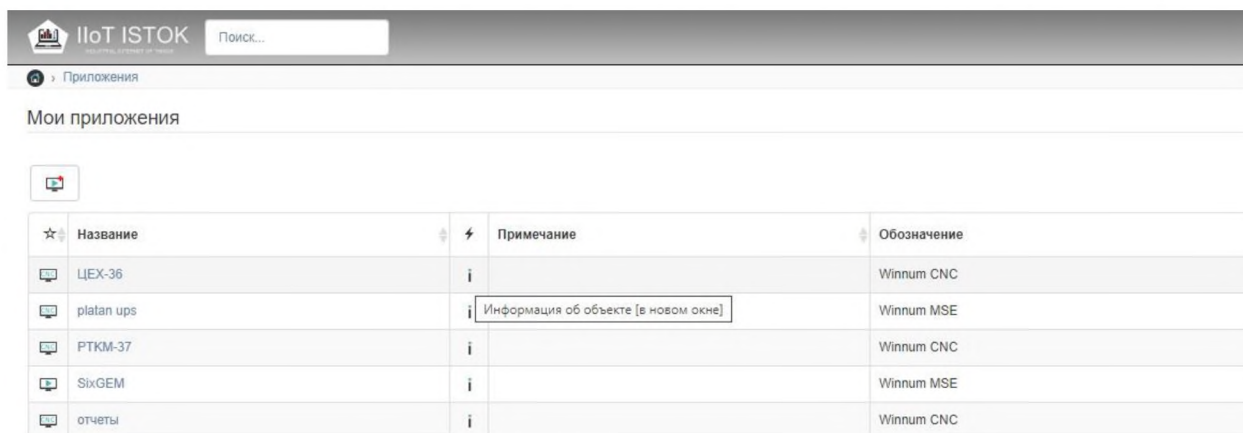

Рисунок 23 – Информация об объекте
- 3) В списке **Мои приложения** нажмите кнопку  **Информация об объекте** (рис. 23).